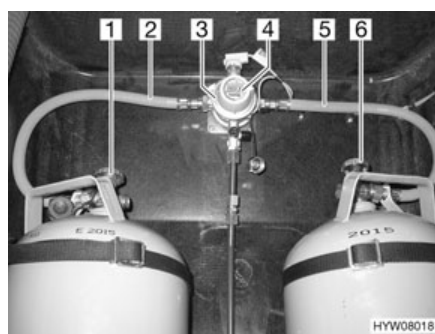
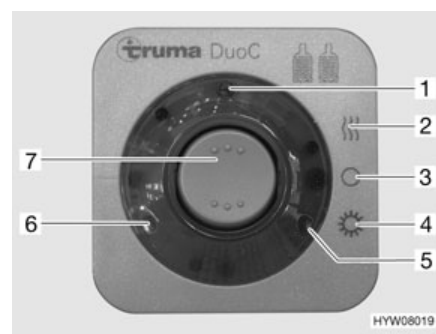

Fig. 155 Dispositif de commutation DuoControl
Fig. 156 Unité de commande
Le dispositif de commutation DuoControl est composé d'une valve de commutation (Fig. 155,3) et de l'unité de commande (Fig. 156). La valve de commutation est montée entre les lyres (Fig. 155,2 et 5). Un bouton rotatif (Fig. 155,4) situé sur la valve de commutation permet de définir laquelle des bouteilles de gaz est celle de service et laquelle est celle de réserve.
Seules les fonctions électriques peuvent être activées sur l'unité de commande (Fig. 156). Les robinets principaux des bouteilles de gaz (Fig. 155,1 et 6) doivent être ouverts manuellement.
La valve de commutation garantit une pression du gaz constante, indépendamment de la bouteille qui fournit le gaz. Les deux voyants de contrôle de l'unité de commande indiquent le niveau de remplissage de la bouteille de service. Lorsque le voyant de contrôle vert (Fig. 156,6) s'allume, la bouteille de service est entièrement chargée. Lorsque le voyant de contrôle rouge (Fig. 156,5) s'allume, la bouteille de service est vide. L'alimentation en gaz s'effectue également par la bouteille de réserve.
- Ouvrir les robinets principaux des bouteilles de gaz (Fig. 155,1 et 6).
- Choisir la bouteille de gaz avec le bouton rotatif (Fig. 155,4) de la valve de commutation (Fig. 155,3) à partir de laquelle le gaz sera utilisé principalement (bouteille de service).
- Mettre en marche le dispositif de commutation DuoControl sur l'unité de commande (Fig. 156).
Pour ce faire, régler le commutateur à bascule (Fig. 156,7) sur régime hiver "Marche et chauffage" (Fig. 156,2) ou bien sur régime été "Marche" (Fig. 156,4). La valve de commutation est maintenant désaérée. Le voyant de contrôle jaune (Fig. 156,1) s'allume si le régime hiver est sélectionné et l'installation de dégivrage est activée.
- Mettre le commutateur à bascule (Fig. 156,7) sur "O" (Fig. 156,3). Le voyant de contrôle jaune (Fig. 156,1) s'éteint.
- Fermer les robinets principaux des bouteilles de gaz (Fig. 155,1 et 6).
**Affichage à distance** Les voyants de contrôle de l'unité de commande (Fig. 156,5 et 6) signalisent à l'intérieur du véhicule si la bouteille de gaz est en état de marche.
**Remplacement des bouteilles de gaz** Si le voyant de contrôle vert (Fig. 156,6) s'éteint durant le fonctionnement et le voyant de contrôle rouge (Fig. 156,5) s'allume, la bouteille de gaz définie comme bouteille de service est vide et doit être remplacée. La bouteille de réserve alimente les appareils à gaz.